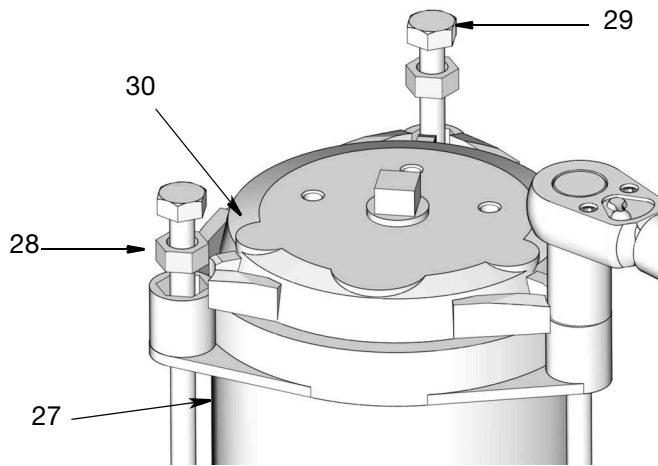

FIG. 13
9. La tapa (30) está accionada por resorte. Presione la tapa con la mano. A la vez, utilice una llave para aflojar y desmontar las varillas de conexión (29).
Afloje las varillas siguiendo un patrón diagonal, con cuidado de aflojar cada varilla gradualmente hasta haber aflojado todas ellas completamente. Extraiga las varillas de conexión (29) y los separadores (28). Consulte FIG. 13.
10. Retire la tapa (30) y el resorte (25) del depósito (27) (FIG. 13).